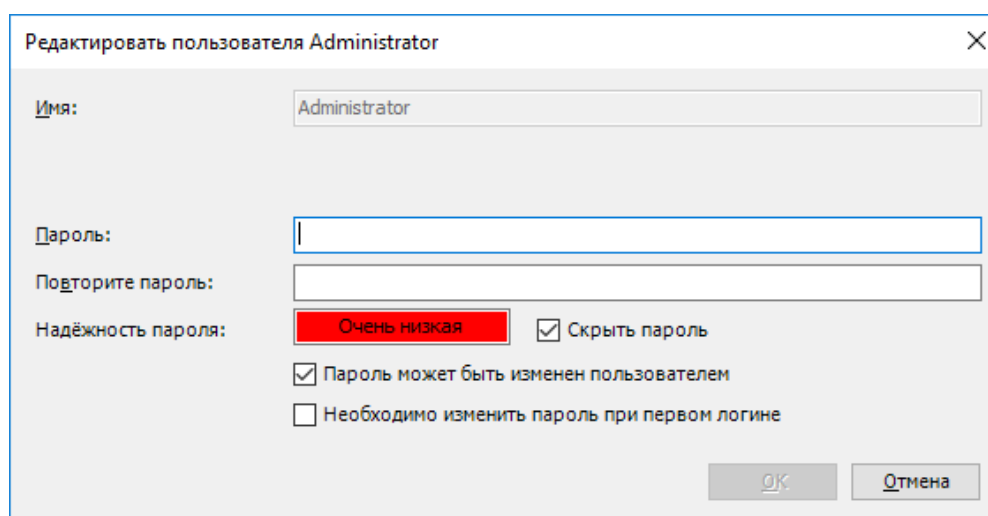

Рисунок 280 – Диалоговое окно редактирования пользователя
- для редактирования пользователя, выберите в списке **Пользователи (Users)** учетную запись и нажмите на кнопку  **Редактировать...** (**Редактировать...**), либо нажмите двойным щелчком по учетной записи (Рисунок 280).